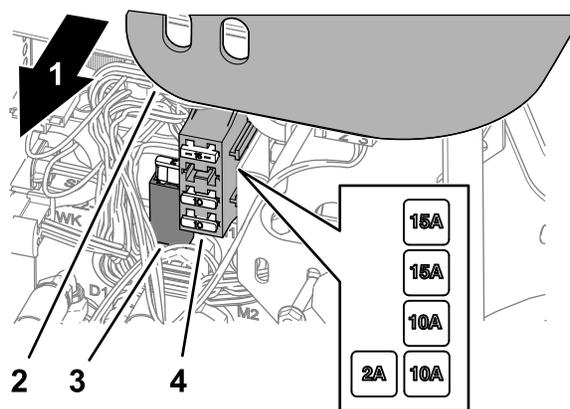

Рисунок 75
1. Поднимите крышку с рычага управления (Рисунок 75).
2. Найдите перегоревший предохранитель в держателе предохранителя или блоке предохранителей (Рисунок 75).
4. Установите крышку на рычаг управления (Рисунок 75).